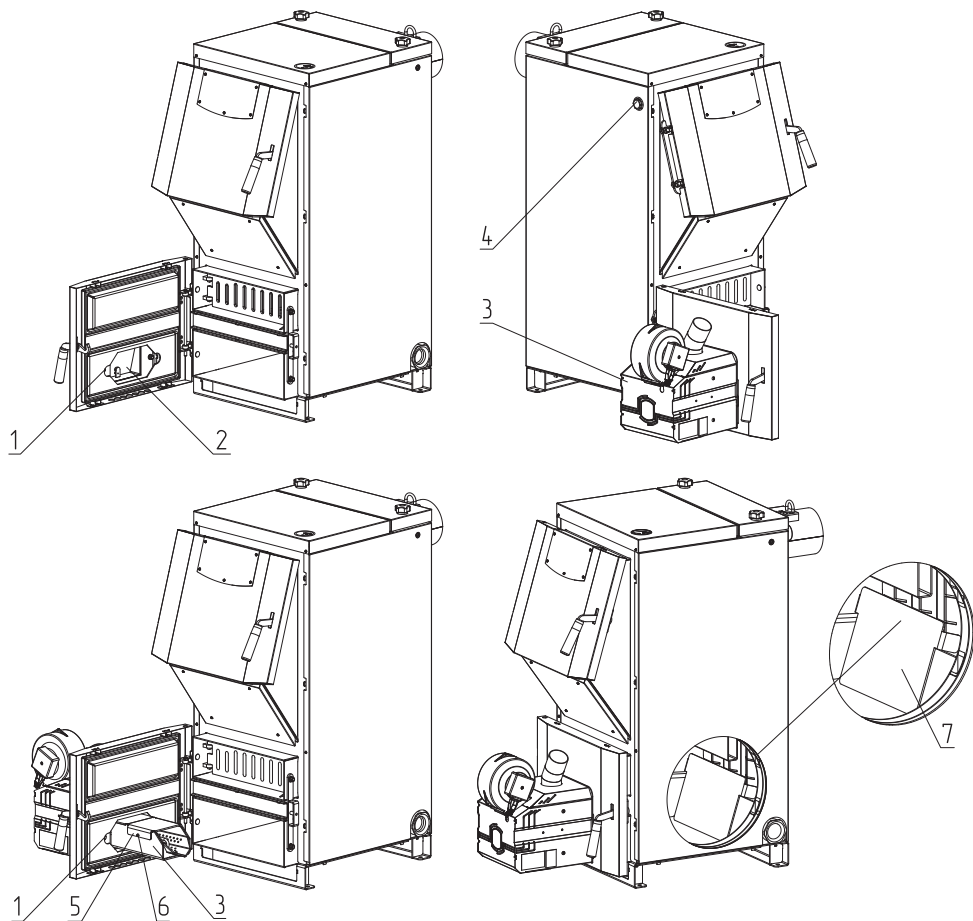

Рис.15 Порядок установки пеллетной горелки на твердотопливные котлы ZOTA Bulat 18, 23, 28, 35, 45
- Выкрутите две гайки М8 (**Рис.15, поз.1**);
- Снимите поддувало (**Рис.15, поз.2**);
- Снимите с горелки отбойник (**Рис.15, поз.5**), выкрутив винты (**Рис.15, поз.6**);
- Установите горелку (**Рис.15, поз.3**) на котел, как показано на **Рис.15**;
- Зафиксируйте горелку двумя гайками М8 (**Рис.15, поз.1**);
- Установите отбойник топки Zota Bulat (**Рис.15, поз.7**) в котёл, как показано на **Рис.15**. Отбойник топки (**Рис.15, поз.7**) выполняет защитные функции и в процессе эксплуатации из-за воздействия на него высоких температур может изнашиваться, поэтому он является расходным материалом и гарантия на него не распространяется;
- Для установки гильзы под датчики температуры и перегрева снимите пробку или тягорегулятор (если установлен) и установите гильзу (**Рис.15, поз.4**) в освободившееся отверстие.
Внимание! Запрещается эксплуатация pelletной горелки ZOTA «Fox» без установленного отбойника топки Zota Bulat (**Рис.15, поз.7**). Отсутствие отбойника топки Zota Bulat при использовании pelletной горелки приводит к прогару воднеохлаждаемых поверхностей. В случае нарушений условий эксплуатации, рекламации не принимаются.